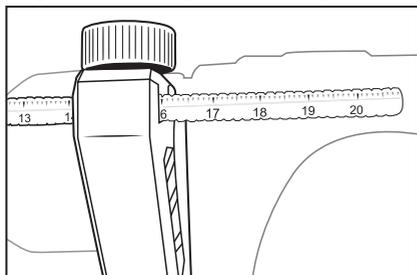

Abb. 1
- ◆ Lösen Sie die Drehschraube für den Tiefenanschlag ①.
- ◆ Setzen Sie den Tiefenanschlag ⑫ in den Zusatz-Handgriff ③ ein.
- ◆ Achten Sie darauf, dass die Zahnung des Tiefenanschlags ⑫ nach unten zeigt.
- ◆ Ziehen Sie den Tiefenanschlag ⑫ so weit heraus, dass der Abstand zwischen der Spitze des Bohrers ⑬ und der Spitze des Tiefenanschlags ⑫ der gewünschten Bohrtiefe entspricht.
- ◆ Sie können die Bohrtiefe an der Skala auf dem Tiefenanschlag ⑫ ablesen. Ziehen Sie hierzu den Wert, der auf der rechten Seite des Tiefenanschlags ⑫ angezeigt wird (z. B. 16 cm), vom Ende der Skala (20 cm) ab. Die Bohrtiefe beträgt dann 4 cm (siehe Abb. 1).